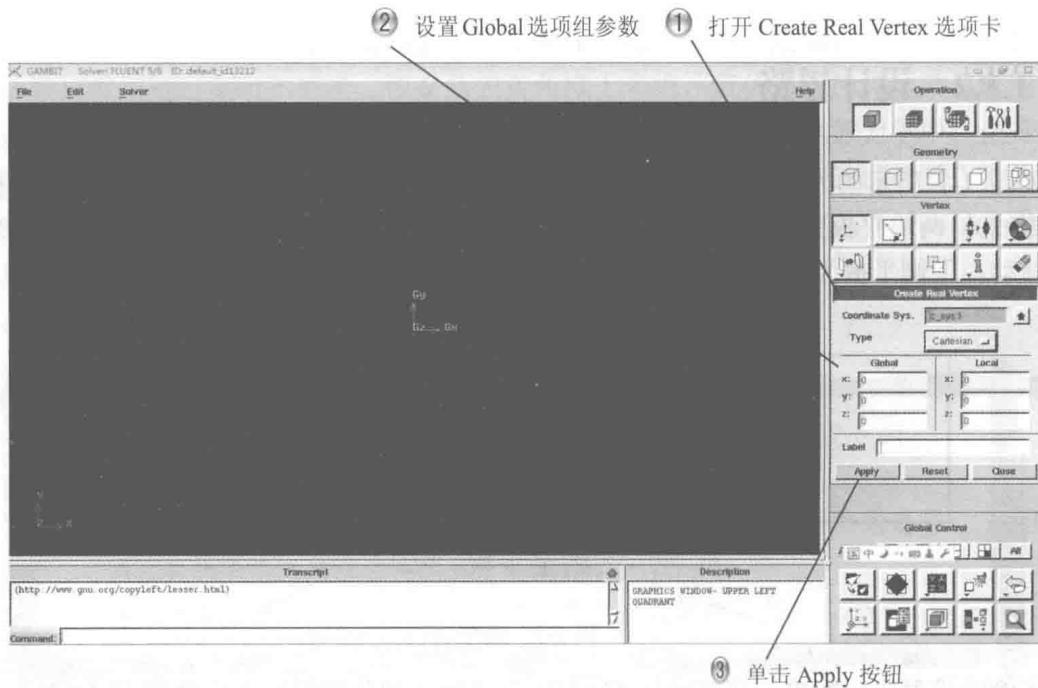

图 1-2 创建点
**Step1** 打开 GAMBIT 软件，创建点，如图 1-2 所示。